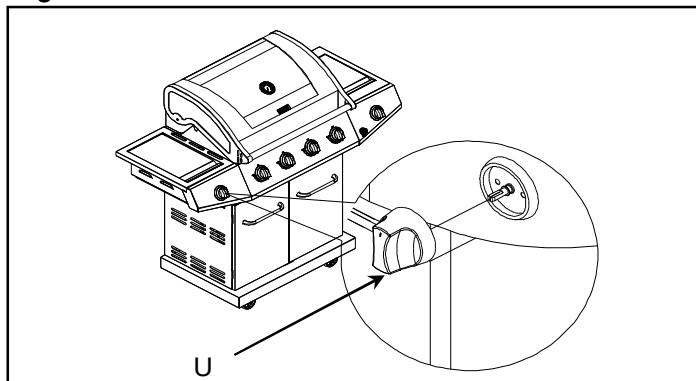

Fig.21
- (f) Conecte el cable de encendido en el cable del encendedor colgándolo del electrodo que se encuentra sobre el lateral inferior del mechero. Observe la Fig.21.